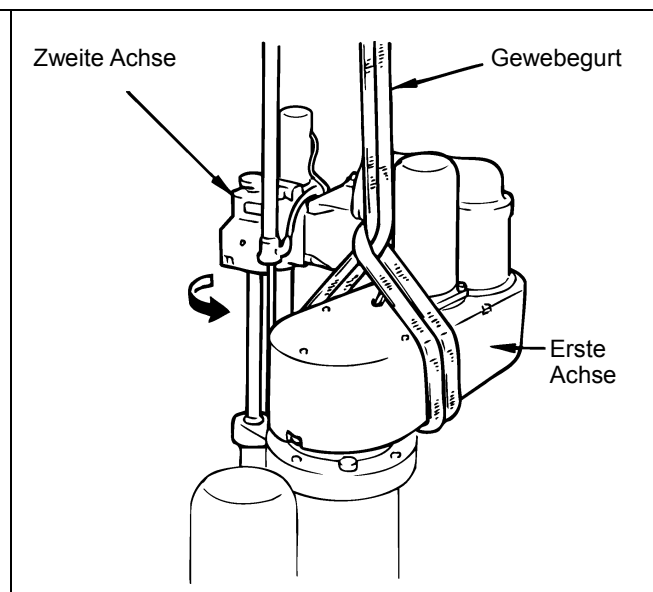

Abbildung 2-4 Verwenden des Gewebegurts
- (3) Legen Sie den Gewebegurt um den Fuß des 1. Achsarms, und ziehen Sie ihn fest (siehe Abbildung 2-4).